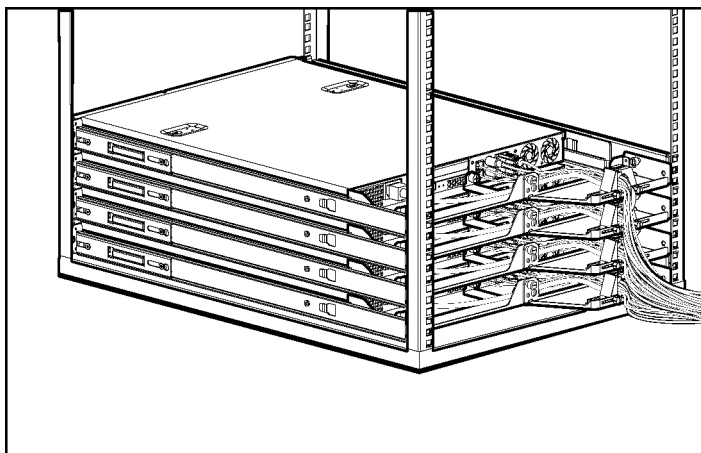

Figure 4-13 : Serveurs multiples installés dans un rack avec acheminement correct des câbles
4. Faites passer les câbles sur le côté du rack. Reportez-vous à la figure 4-13 pour un exemple.